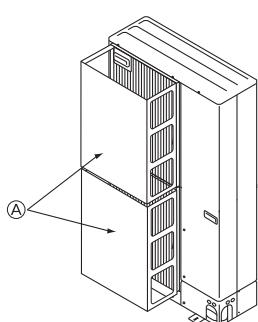
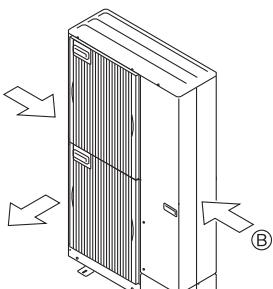

Fig. 2-4
Fig. 2-5
- ② Installieren Sie eine als Sonderzubehör erhältliche Luftauslaßführung, wenn die Anlage an einem Aufstellort installiert ist, an dem die Gefahr besteht, daß starker Wind direkt in die Luftaustrittsöffnung bläst. (Fig. 2-4)
- ③ Luftauslaßführung
- ④ Bringt Sie die Anlage so an, daß die Abluft aus der Luftaustrittsöffnung im rechten Winkel zu derjenigen Richtung geführt wird, aus der saisonal bedingt starker Wind bläst. (Fig. 2-5)
- ⑤ Windrichtung